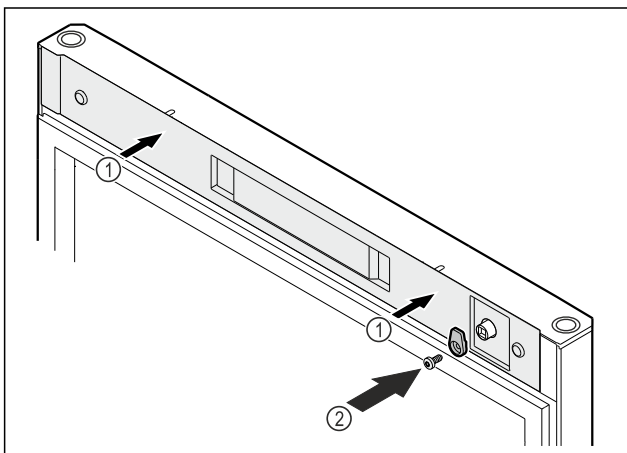

Fig. 54
- ▶ Afdekking plaatsen Fig. 54 (1).
- ▶ Sluithaak vastschroeven Fig. 54 (2).